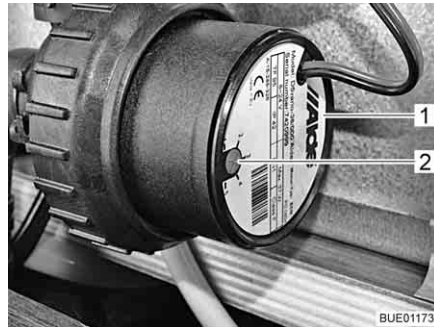

Bild 170 Varvtalsreducering
Med vridregulatorn (Bild 170,2) kan cirkulationspumpens varvtal ställas in. Vid lägre varvtal går pumpen tystare.
Vridregulatorn sitter på cirkulationspumpen (Bild 170,1).
- Vrid vridregulatorn (Bild 170,2) moturs. Effekten reduceras.